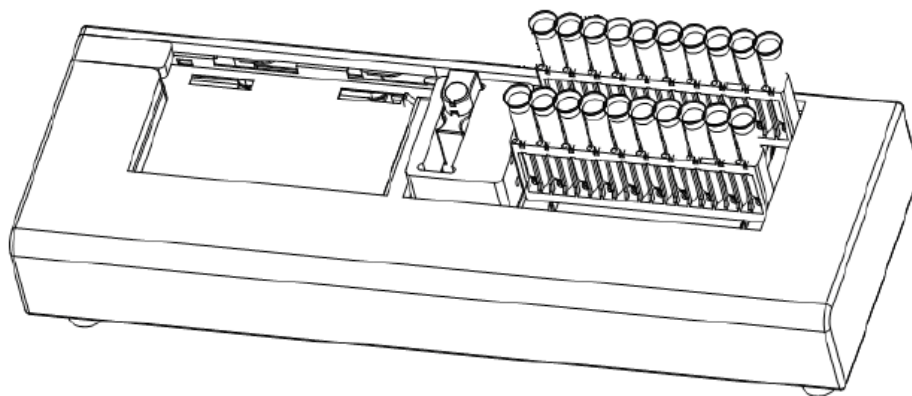

Рис. 6-5
- в) Загрузка штатива: Поместите первый штатив на загрузочную сторону конвейера (справа от заборника срочных проб). Поместите другие штативы следом за стартовым (рис. 6-5).